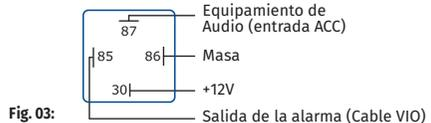

Fig. 03:
Al activar la alarma el equipo de audio del vehículo será apagado automáticamente. Al desactivar la alarma y abrir la puerta y/o accionar el contacto el equipo se encenderá automáticamente (será necesario conectar el cable Violeta de la alarma. Para mayor información sobre la instalación vea el ítem 12.4 fig.03.
12.4. Control de audio: El cable VIO de la alarma permite apagar y encender el equipo de audio del vehículo. En caso que el equipo de audio posea un consumo mayor a 200mA, utilice un relay externo (no incluido), conforme fig. 03.